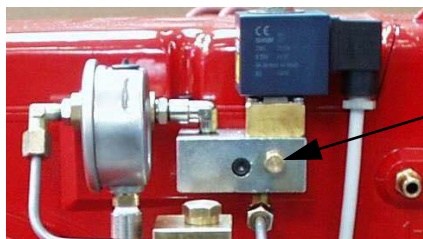
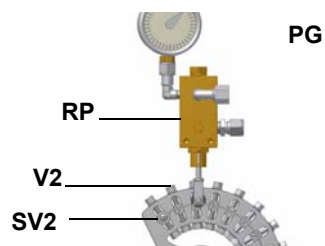

Рис. 37
Рис. 38
- 9 Давление питания форсунки уже отрегулировано заранее на заводе-изготовителе и не должно изменяться. Только в случае необходимости, отрегулировать давление питания (см. соответствующий параграф) следующим образом: установить манометр в положение, указанное на Рис. 37, воздействовать на регулировочный винт **VR** насоса (см. Рис. 38)
- 10 для получения максимального расхода дизельного топлива регулировать давление (считывая значения на манометре PG), не изменяя при этом, уже отрегулированный, во время настройки работы на газе, расход воздуха (см. предыдущий параграф): все время проверяя параметры продуктов сгорания, воздействовать на винт варьируемого сектора, соответствующий жидкому топливу **SV2** (см. Рис. 38), но по достижении положения большого пламени.